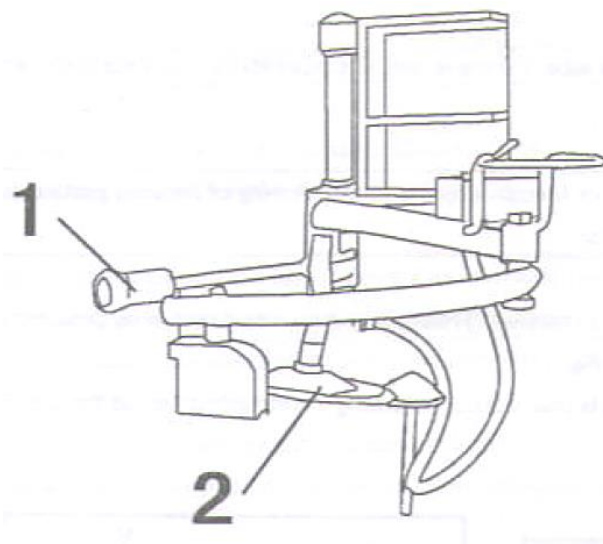

Рис. 15/А
- Установите колесо напротив резиновой опоры с правой стороны шиномонтажного станка (S).
- Установите лопатку устройства отрыва борта (R) напротив борта шины на расстоянии примерно 1см от обода (рис. 15). Следует обратить внимание на положение лопатки, которая должна воздействовать на шину, но не на колесо.
- Нажмите педаль (U), чтобы включить устройство отрыва борта, и отпустите ее, как только лопатка дойдет до предела или в том случае, если борт шины поврежден.